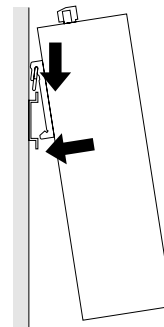

Fig. 10-2: Montage Geniax BACnet Module auf Tragschiene
- Das Schnittstellenmodul mit dem Rastfuß auf eine 35-mm-Tragschiene nach EN 60715 aufrasten (Fig. 10-2).